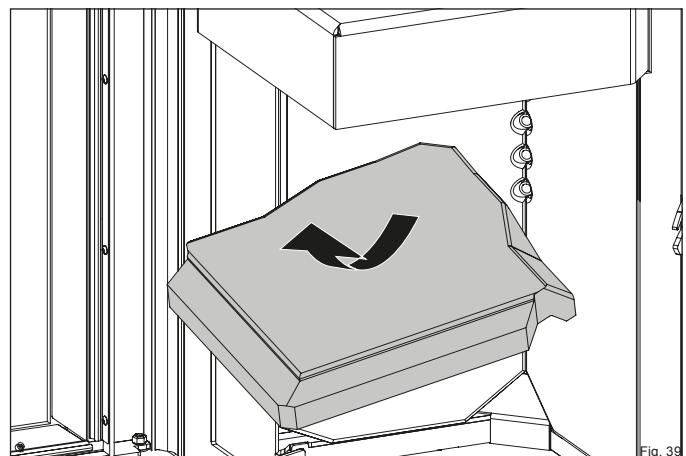

Fig. 39
- Retirez avec précaution la pierre thermique supérieure du foyer (Fig. 39).